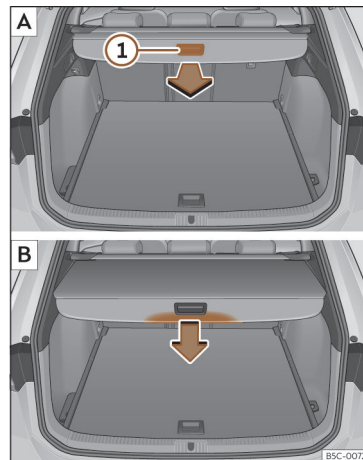

Fig. 185 Na bagageira: desenrolar e enrolar a chapeleira.
● Puxe uniformemente a chapeleira pela pega >>> **Fig. 185** ① para trás e retire-a até ao limite até ouvir o som de encaixe.
● Pressione a pega da chapeleira no sentido da seta até desbloqueá-la >>> **Fig. 185** B.